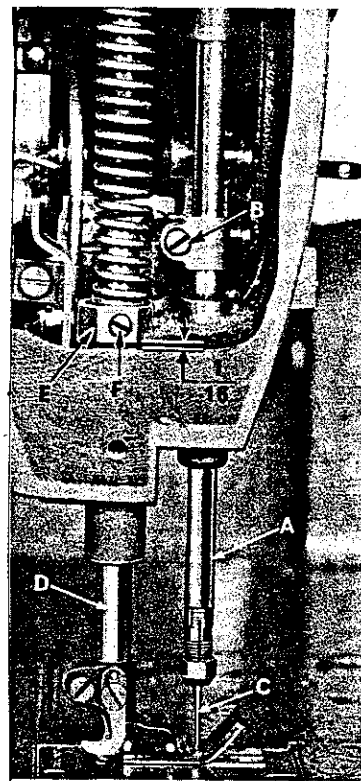

Fig. 4
Alinée la barra de la aguja. Inserte un nuevo juego de agujas (tipo y tamaño según se requiere) y gire la barra de aguja hasta que las agujas correspondan con las caras verticales de la guarda-aguja. Para voltear la barra de aguja, afloje el tornillo de la barra (B, Fig. 4) y mover según sea necesario. No se ajusta la altura de la barra en este momento. Apriete el tornillo.
Coloque la barra de aguja de manera que las partes superiores de los ojos de las agujas estén a $1/64$ " de pulgada (0.39mm) por debajo de los loopers cuando las puntas de las mismas en su recorrido hacia la izquierda estén niveladas con el lado izquierdo de las agujas. En los Estilos 56500 A, B y C la parte superior de los ojos de las agujas deben estar niveladas con la parte inferior del looper cuando la punta de ésta esté nivelada con el lado izquierdo de la aguja. Si es necesario reajustar la altura de la barra, afloje el tornillo (B, Fig. 4) y mueva la barra de aguja (A) para arriba o para abajo, según sea necesario y apriete de nuevo el tornillo (B). En las máquinas de dos o tres agujas, tenga cuidado de no perder el ajuste de las varias agujas en cuanto a sus agujeros en la plancha,
La altura de la barra del pie prensatelas (D, Fig. 4) está correctamente fijada si es posible quitar el pie prensatelas cuando su palanca (B, Fig. 11) esté completamente deprimida. Además debe de haver aproximadamente $1/16''$ de pulgada (1.58mm) de espacio entre la superficie inferior de la conexión de la barra del pie prensatelas y el guía (E, Fig. 4) y la superficie inferior de la apertura de la cabeza en la cama de la máquina cuando la palanca levantadora del pie prensatelas se suelte y el pie prensatelas descansa sobre la plancha, con los dientes de alimentación debajo de la plancha.
En caso de que necesite ajuste, gire el volante en la dirección del trabajo hasta que la barra de la aguja esté en su posición baja. Afloje el tornillo (F, Fig. 4). Luego, mientras sostenga el pie prensatelas contra la superficie de la plancha, levante la conexión de la barra del pie prensatelas y el guía, mediante un desarmador hasta obtener un ajuste de $1/16''$ de pulgada (1.58mm) y apriete el tornillo. Compruebe el ajuste girando el volante hasta que la barra de la aguja esté en su posición alta y vea se el pie prensatelas puede sacarse de la máquina según se ha dicho en el párrafo anterior.